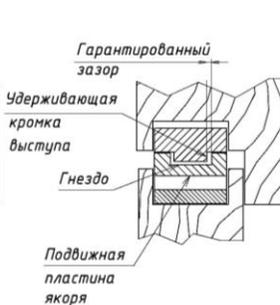

Рисунок 10
- 2.7 Эксплуатационный зазор между рабочими поверхностями корпусной и якорной частей от 2,5 до 4,0 мм (рисунок 10).
6.9 В закрытом положении двери между удерживающей кромкой выступа и гнездом должен сохраняться «гарантированный зазор» (рисунок 10). При этом зазор не должен уменьшаться из-за влияния уплотнения двери, деформации дверного полотна, неточной навески петель и других факторов, создающих «отдачу» двери при закрывании.